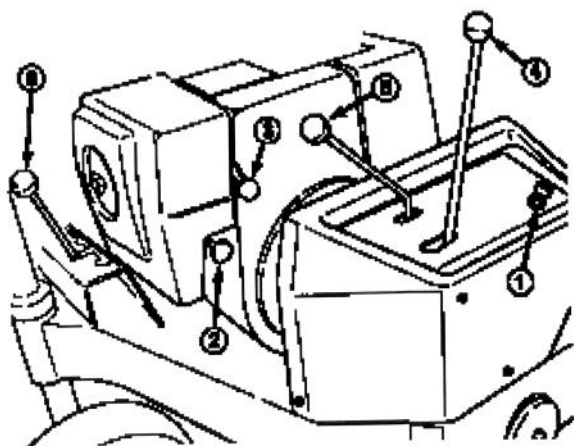

Figure 3
Contact (Fig. 3)—Le commutateur d'allumage, utilisé pour démarrer et arrêter le moteur, offre trois positions: ARRÊT (OFF), MARCHÉ (ON) et DÉMARRAGE (START). Tourner la clé de contact vers la droite en position DÉMARRAGE pour actionner le démarreur. Quand le moteur démarre, lâcher la clé qui revient automatiquement en position MARCHÉ. Pour couper le moteur, tourner la clé vers la gauche en position ARRÊT.
Starter (Fig. 3)—Pour démarrer à froid, fermer le volet de starter du carburateur en tirant la manette de starter vers l'extérieur en position fermée (ON). Quand le moteur a démarré, réduire la fermeture du starter pour que le moteur tourne correctement. Dès que possible, rouvrir entièrement le volet de starter du carburateur en poussant la manette vers l'intérieur en position d'ouverture (OFF). Pour démarrer à chaud, il n'est pas nécessaire d'utiliser le starter, ou alors très peu.
Manette des gaz (Fig. 3)—La manette des gaz permet de varier le régime du moteur. Lever la manette vers la position RAPIDE (FAST) pour augmenter le régime ou l'abaisser vers la position LENT (SLOW) pour réduire le régime. La manette des gaz contrôle la vitesse de la tête d'aération, et s'utilise avec l'embrayage de traction pour contrôler la vitesse d'avance de la machine.
Levier d'embrayage de traction (Fig. 3)—Sélectionner la vitesse souhaitée à l'aide du changement de vitesse, puis mettre le levier d'embrayage de traction en position embrayé pour avancer en marche avant ou arrière.
Commande de tête d'aération (Fig. 3)—Relève et abaisse la tête d'aération.
Changement de vitesse (Fig. 3)—La transmission comprend deux vitesses de marche avant, plus le point mort et la marche arrière, disposées en ligne d'arbre. Ne pas changer de vitesse durant la marche, sous peine d'endommager la transmission.